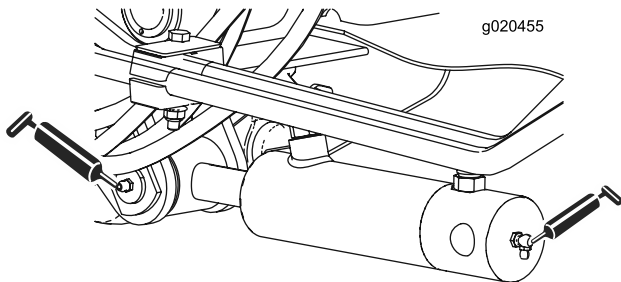

Figure 66
- 2 (de chaque côté) bagues de vérin de bras de levage (Figure 66)